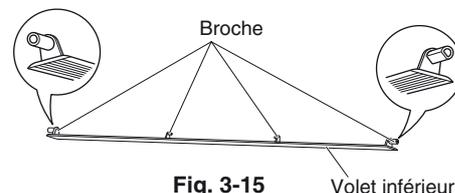
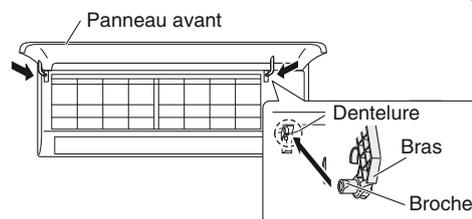
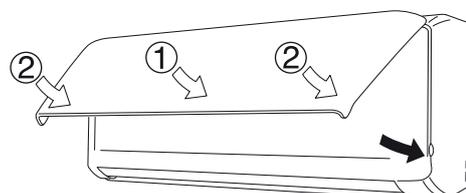

Fig. 3-15
Fig. 3-17
Fig. 3-18
- (1) Tout en alignant le bord supérieur de la grille avec le châssis, déplacer horizontalement la grille et insérer le haut et le bas dans le châssis.
- (2) Appuyer fermement sur la grille de la main afin de garantir qu'il n'y a pas d'espace entre le châssis et la grille.
- (3) Serrer les 6 vis. Et remettre les caches déposés en place.
- (4) Tenir les sections à proximité des bras du panneau avant des deux côtés et tenir le panneau avant de sorte qu'il soit presque horizontal. Pousser les axes du bras vers l'extérieur de sorte qu'ils entrent en contact avec le haut de la dentelure sur les côtés droit et gauche du climatiseur. Ensuite, pousser fermement jusqu'à ce que l'axe du bras s'enclenche en place. (Fig. 3-17)
- (5) Remettre en place le volet inférieur.
- (Lors de la repose du volet, veiller à ne pas le retourner, car les goupilles droite et gauche du volet ont des formes différentes. (Fig. 3-15))
- (6) Insérer le haut du filtre anti-moisissure et maintenir en place le bas du filtre avec les saillies sur l'unité.
- (7) Lors de la fermeture du panneau avant, pousser d'abord la partie centrale du panneau avant et pousser ensuite en place les coins inférieurs gauche et droit jusqu'au dé clic. (Fig. 3-18)